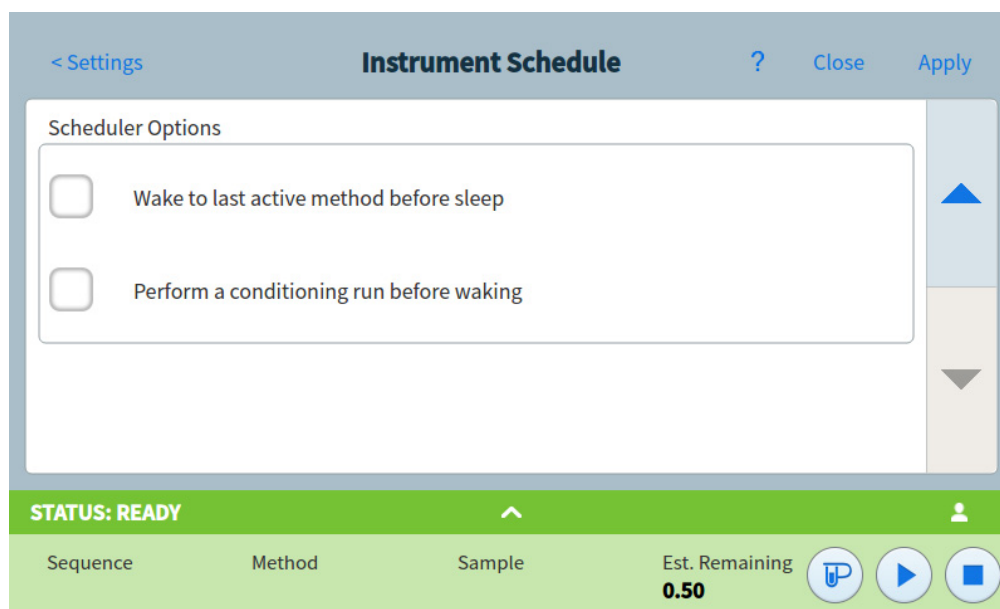

Figure 76. Zone des options du programmeur
- 3 Faites défiler jusqu'à la zone Options du programmeur. Voir **Figure 76**.